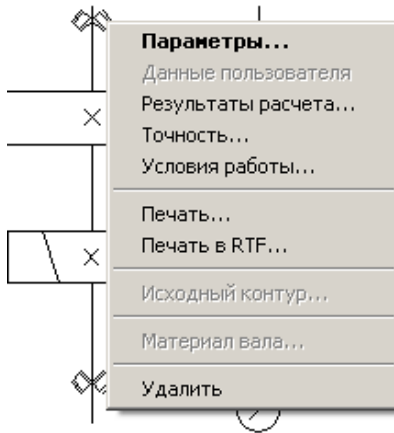

Рис. 61
5. Просмотр результатов расчета. Выделяем тот элемент схемы, результаты расчета которого необходимо просмотреть. Для просмотра результатов удобнее использовать контекстное меню (рис. 61), вызываемое щелчком правой кнопкой мыши на каком-либо элементе. Элемент при этом выделять не обязательно.